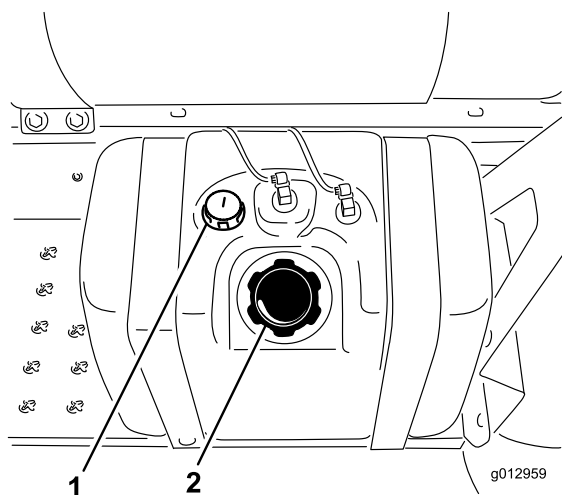

図 17
3. 燃料タンクのキャップ（図 17）の周囲をきれいに拭く。